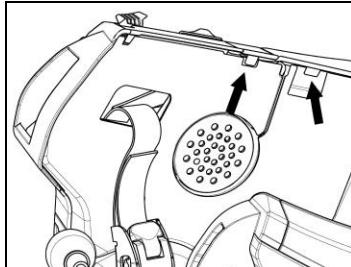

Fig. 17
- Riposizionare il rivestimento plastico del guanciale, sistemandolo dietro i due gancetti di fermo (Fig. 17).